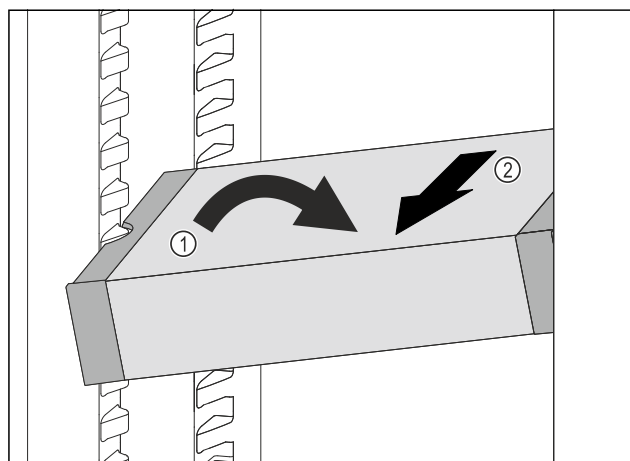

Fig. 88
- ▶ Predal VarioSafe postavite v hladilniku postrani. Fig. 88 (1)
- ▶ Predal VarioSafe izvlecite v smeri naprej. Fig. 88 (2)